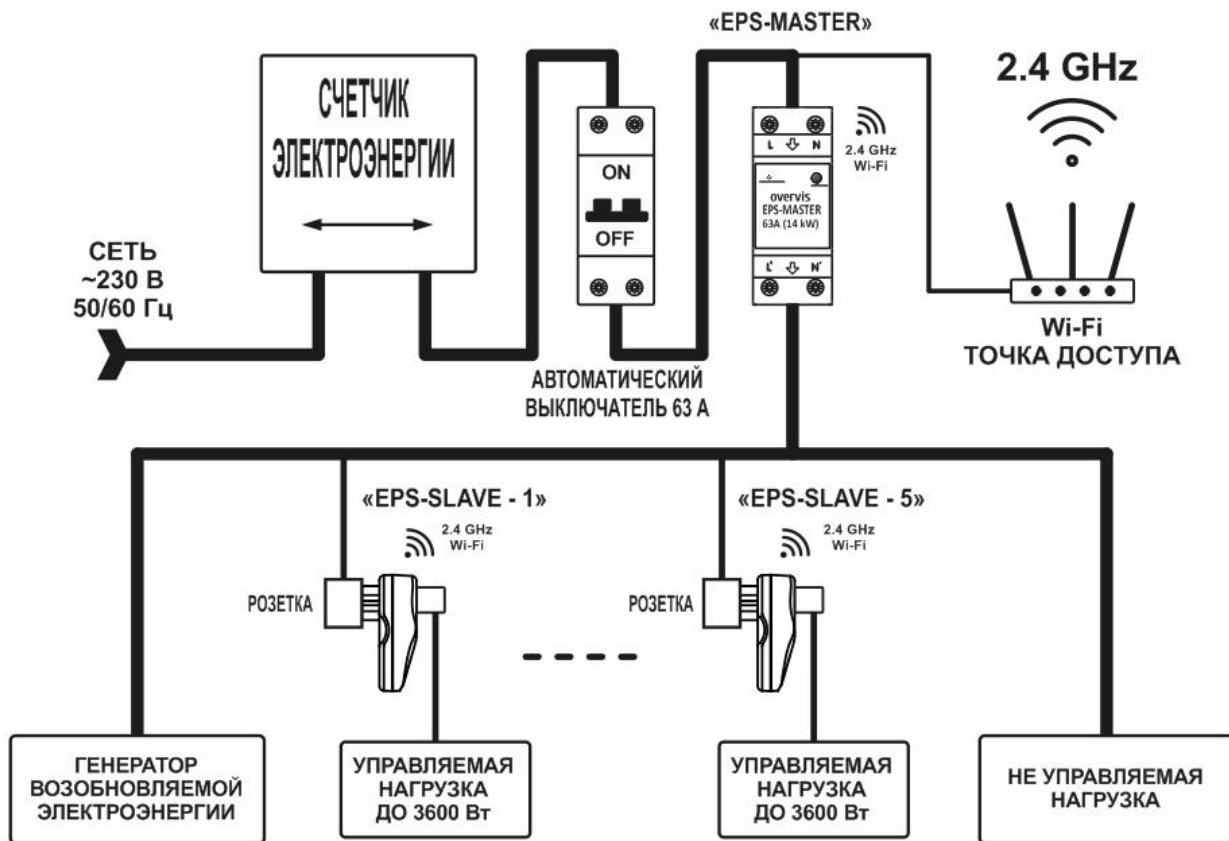

Рисунок 3 – Схема подключения «EPS»
3.2.1 Отключить напряжение питания автоматическим выключателем (рисунок 3).